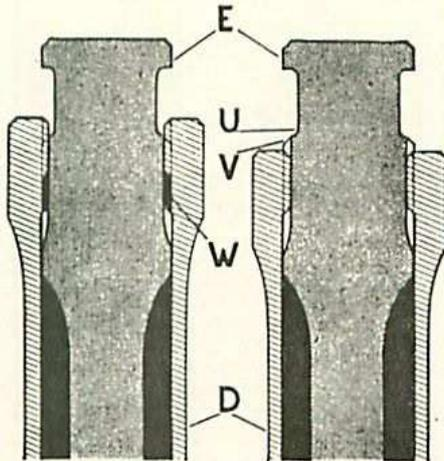

Fig. 16. — Ajustage des tubes de rappel (à droite, montage correct, à gauche, montage incorrect)
La partie (U) (fig. 16) de la barre doit dépasser (ou au moins affleurer en (V) sur le tube de rappel.